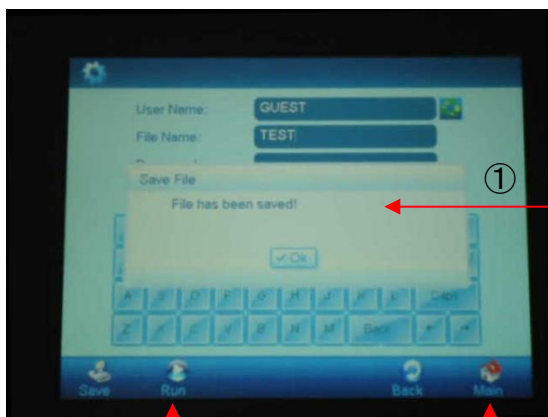

図11
保存できると、“File has been saved.”と表示されます。(図11-①)
Run (図11-②)またはMain (図11-③)をタッチし、次の操作に移ります。